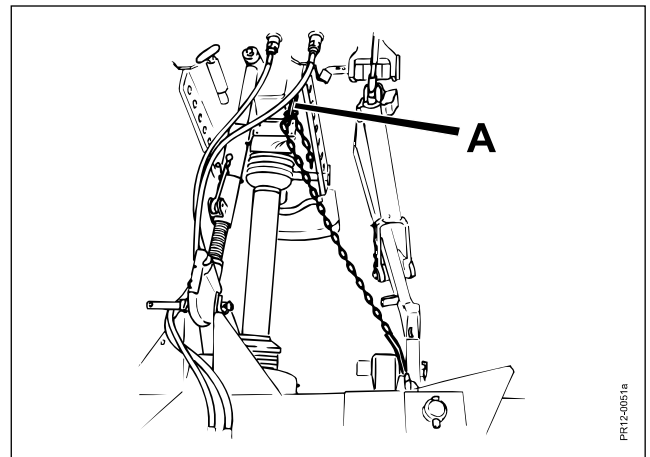

Fig. 2-13
- Fig. 2-13** Om en hållkedja är monterad, justeras längden vid **A**, så att lyftarmarna hålls i det önskade arbetsläget.